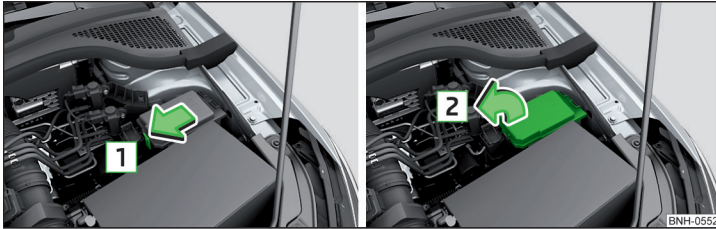
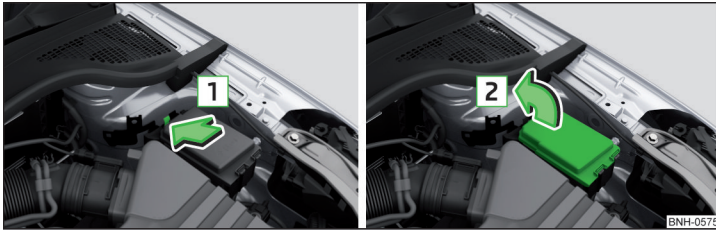

Abb. 177 Abdeckung des Sicherungskastens - Variante 1
Abb. 178 Abdeckung des Sicherungskastens - Variante 2
- Die Verriegelungstaste der Abdeckung in Pfeilrichtung **1** » Abb. 177 bzw. » Abb. 178 drücken.